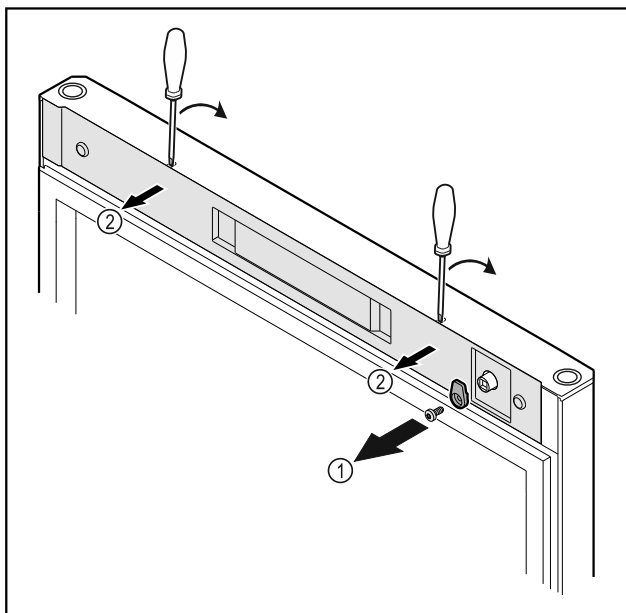

Fig. 9
- Csavarja le a reteszelő kampót Fig. 9 (1).
- Pattintsa ki a burkolatot Fig. 9 (2) egy csavarhúzó segítségével, és vegye le.